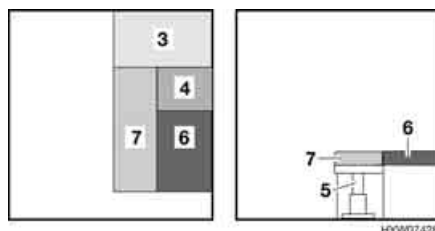

Fig. 117 Dopo la trasformazione
- Riposizionare il cuscino del divano (Fig. 117,6) al suo posto.